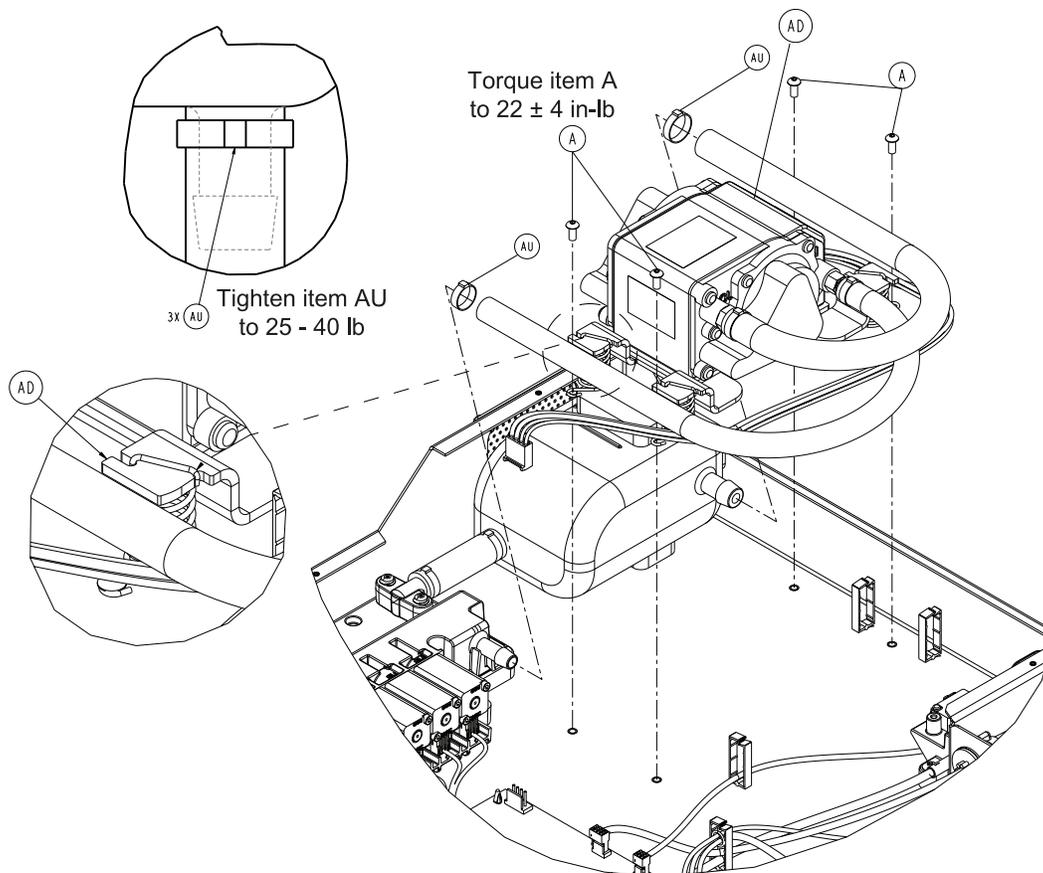

Figure 17 – Bloc de pompe
4. À l'aide d'une pince coupante diagonale, couper les serre-câbles là où la conduite d'entrée est raccordée au collecteur (AU) et là où la conduite d'évacuation est raccordée au résonateur (Figure 17). Ne pas couper le raccord cannelé du collecteur.